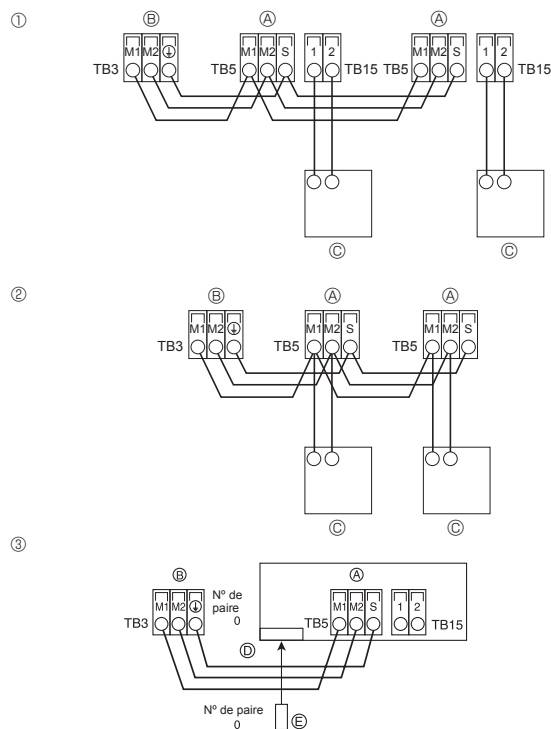
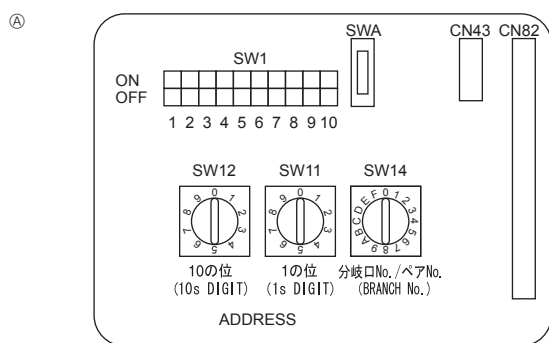

Fig. 6-3
Fig. 6-4
6.4. Raccordement des câbles de télécommande et des câbles de transmission intérieur et extérieur (Fig. 6-3)
- ① Télécommande MA
- ② Télécommande M-NET
- ③ Télécommande sans fil
- ④ Bornier du câble de transmission intérieur
- ⑤ Bornier du câble de transmission extérieur (M1, M2, ⊕ (S))
- ⑥ Télécommande
- ⑦ Récepteur de signal sans fil
- ⑧ Télécommande sans fil
6.5. Définition des adresses (Fig. 6-4)
- ① Comment définir les adresses
- ② Comment définir les numéros de branche SW14 (Série R2 uniquement)